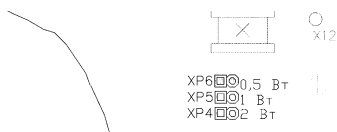

Рисунок 2 – Размещение разъемов на плате ПУ
6.3 Установите требуемый уровень выходной мощности громкоговорителя, замыкая контакты разъемов на плате ПУ джампером (см. рисунок 2).